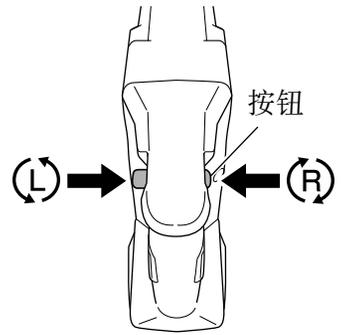

图 11
6. 检查钻头的旋转方向 (请参照图 11)
按按钮的 R(右)侧,钻头会顺时针转(从后方看)。(请参照图 11)。